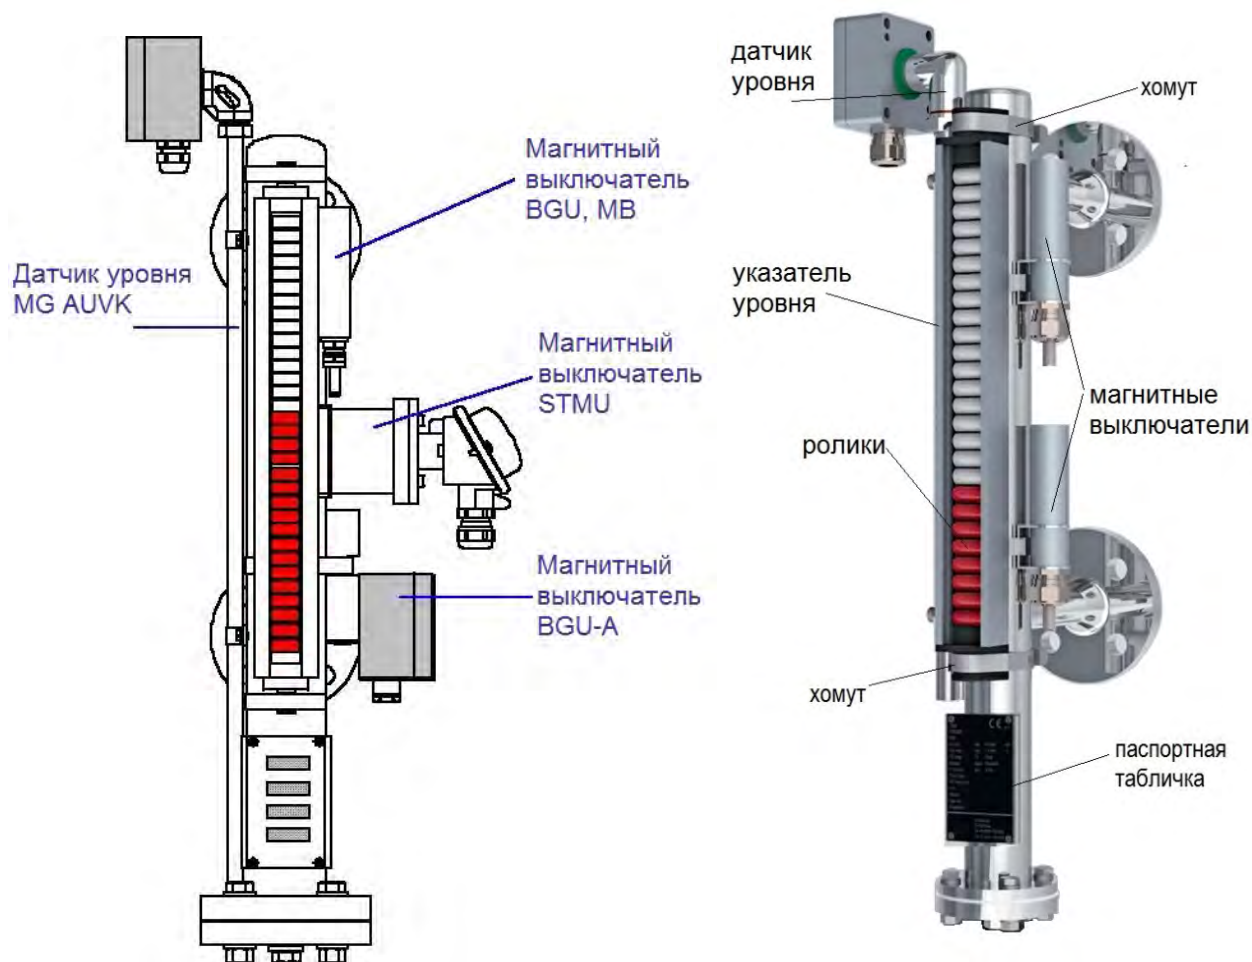

Рисунок 7 Монтаж навесных устройств на байпасную камеру УПБ
3.3.2 Преобразователи уровня 16 крепятся на трубу байпасной камеры с помощью разрезных хомутов, а магнитные выключатели 14 – на корпус роликового указателя с помощью сухарей и фиксируются с помощью винтов 15 (рис.7, 8).